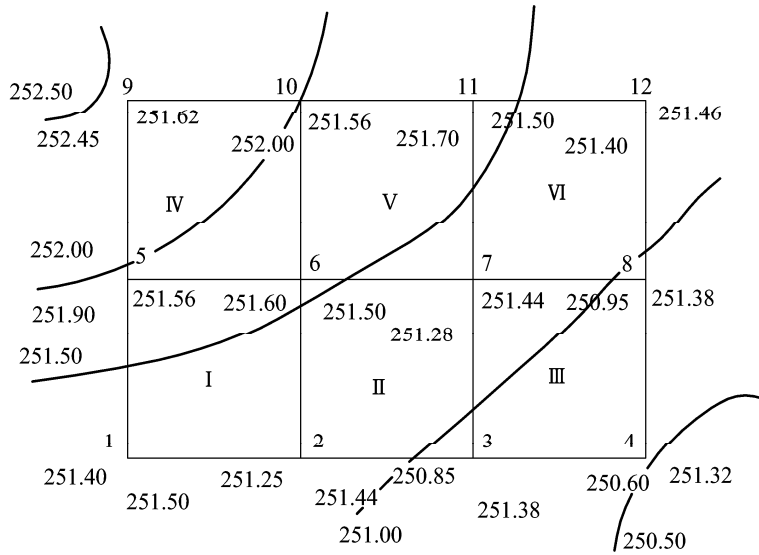

图 1.4 某建筑场地方格网布置图
解：(1) 根据所给方格网各角点的地面设计标高和自然标高，计算结果列于图 1.4 中。